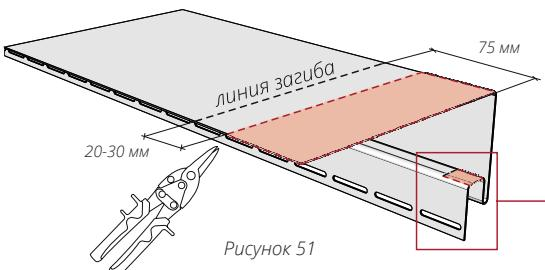

Рисунок 51
15.6 Отмерьте и проведите, согласно рис. 51, едва заметную линию на расстоянии 75 мм от торца околооконки. Это линия будущего загиба верхней околооконной планки. Отступите от этой линии расстояние 20-30 мм к внешней стороне, согласно рис. 51 и проведите еще одну линию, это линия реза. Подрежьте околооконку по разметке согласно рис. 50, 51, используя ножницы.